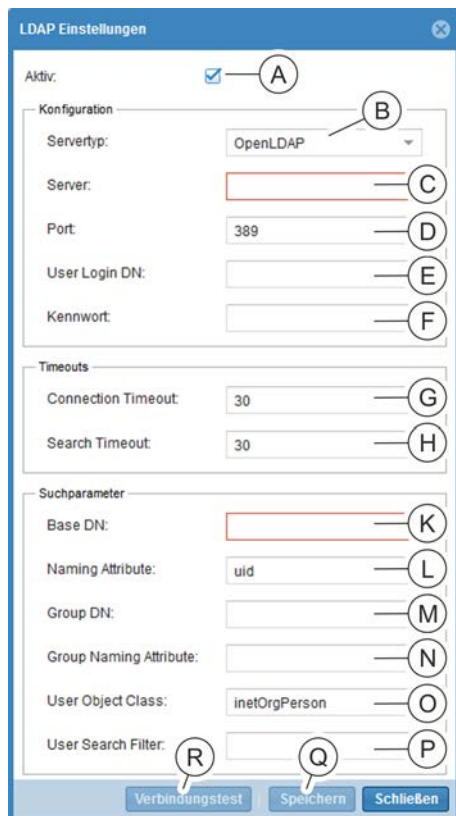

Abb. 214: Fenster "LDAP-Einstellungen"
Die Eingabefelder „Group DN“ (Abb. 214/Ⓜ), „Group Naming Attribute“ (Abb. 214/Ⓝ) und „User Search Subfilter“ (Abb. 214/Ⓟ) werden in der aktuellen Version noch nicht unterstützt und können nicht genutzt werden.
2. Die Checkbox „Aktiv“ anklicken (Abb. 214/A), um den LDAP-Dienst zu aktivieren.
3. Über das Auswahlm Menü „Servertyp“ den Typ des eingesetzten Verzeichnisdienst-Servers auswählen (Abb. 214/B).
4. Die IPv4- oder IPv6-Adresse oder alternativ den Hostnamen des Verzeichnisdienst-Servers eintragen (Abb. 214/C).
5. Den Port für den LDAP-Dienst eintragen (Standard ist Port 389) (Abb. 214/D).
6. Für die Verbindung zum Verzeichnisdienst den Benutzer (User Login DN) eintragen (Abb. 214/E) und das zugehörige Kennwort eintragen (Abb. 214/F).
7. Gegebenenfalls einen Timeout-Wert für die Verbindungsherstellung zum Verzeichnisdienst zwischen 1 und 60 Sekunden eintragen (Standardwert ist 30 Sekunden) (Abb. 214/G).
8. Gegebenenfalls einen Timeout-Wert für das Durchsuchen des Verzeichnisdienstes zwischen 1 und 500 Sekunden eintragen (Standardwert ist 30 Sekunden) (Abb. 214/H).
9. Für die Suche im Verzeichnisdienst den Einstiegspunkt (Base DN) (Abb. 214/K) eintragen.
10. Bei Bedarf das "Naming Attribute" anpassen (Abb. 214/L). Dieses wird bei der Wahl des Servertyps für "MS Active Directory" automatisch auf "sAMAccountName" und für "OpenLDAP" auf "uid" gesetzt.
11. Bei Bedarf die "User Object Class" anpassen (Abb. 214/O). Diese wird bei der Wahl des Servertyps für "MS Active Directory" automatisch auf "user" und für "OpenLDAP" auf "inetOrgPerson" gesetzt.
12. Verbindung zum Verzeichnisdienst über die Schaltfläche „Verbindungstest“ (Abb. 214/Ⓢ) prüfen.
13. Eingabe über die Schaltfläche „Speichern“ (Abb. 214/Ⓢ) bestätigen.